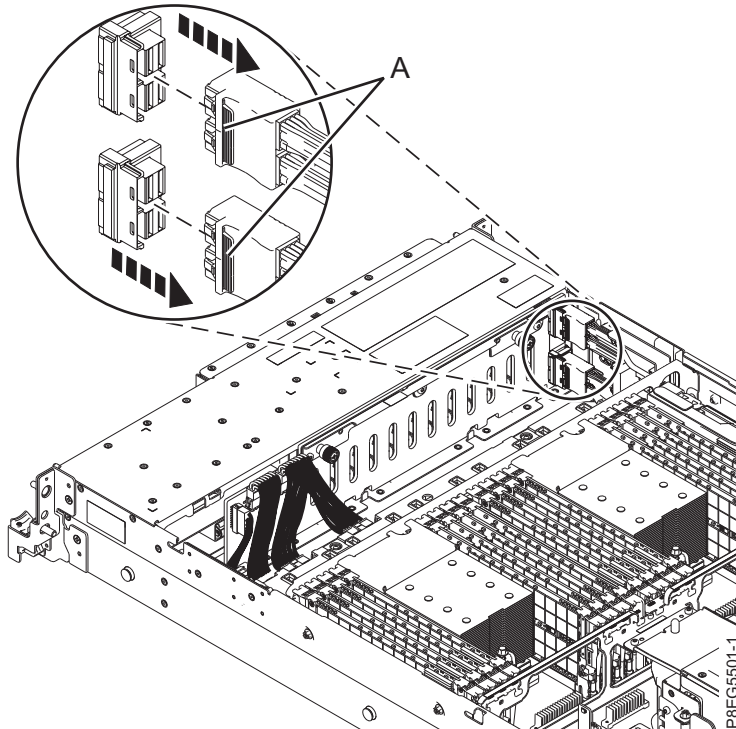

Figure 1. Déconnexion des câbles SAS avant du fond de panier de l'unité de disque
3. Vous devez retirer le câble SAS du bas qui est connecté à la carte SAS RAID interne de l'emplacement P1-C14. Étiquetez les câbles SAS avant qui sont connectés à la carte SAS RAID interne de l'emplacement P1-C14. Appuyez sur le taquet (A) et débranchez le connecteur de ces câbles du fond de panier de l'unité de disque, comme illustré à la figure 1, à la page 3. Laissez l'autre extrémité des câbles branchée au connecteur P1 ou P2 de la carte SAS RAID interne jusqu'à ce que vous soyez invité à les déconnecter.